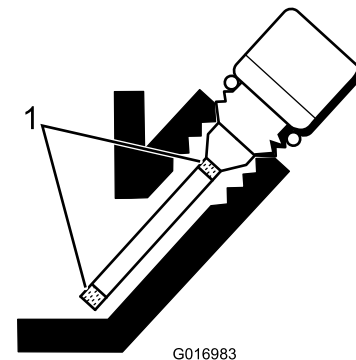

Figura 23
5. Se il livello è basso, rabboccate soltanto fino a raggiungere la posizione intermedia tra le tacche sull'asta di livello (Figura 23).